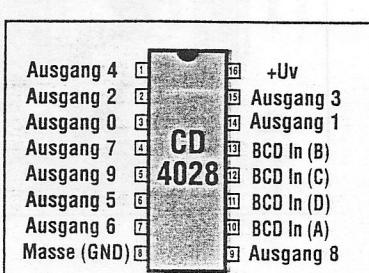

Bild 5: Beim CD 4028 spricht man von einem BCD/Dezimal-Decoder; nur einer der zehn Ausgänge ist aktiv.
■ Die vier Zähler-Ausgänge Q_A...Q_D (oder auch Q₁...Q₄) liefern den jeweiligen Zählerstand im BCD-Code, also als binär codierte Dezimale. Um daraus ein Ansteuersignal für zehn verschiedene Lampen zu gewinnen, braucht man einen BCD/Dezimal-Decodierer. Auch den gibt es glücklicherweise schon fix und fertig zu kaufen, und obwohl er ein ganzes Gatterbergwerk beherbergt, kostet er nur ein paar Groschen (**Bild 5**). Er aktiviert, je nach BCD-Eingangs-information, immer nur einen seiner zehn Ausgänge (d.h. er schaltet ihn auf HIGH). Bei 0011 (=dezimal 3) ist es der Ausgang 3 (Pin 15), bei 0100 (=4) der Ausgang 4 (Pin 1), und bei 1001 (=dezimal 9) der Pin 5 usf.